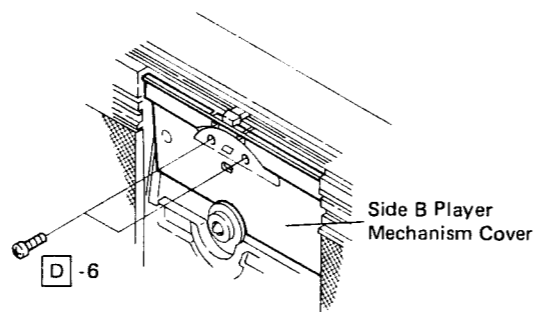

Figure 9-2
6. Remove two screws at the player mechanism side B cover, and take the cover off. See Fig. 9-2.
6. Die beiden Schrauben von der Abdeckung des Plattenspielermechanismus für die Seite B entfernen, dann die Abdeckung abheben. Siehe Abb. 9-2.
6. Enlever les deux vis du couvercle de la face B du mécanisme du lecteur et enlever le couvercle. Voir la Fig. 9-2.